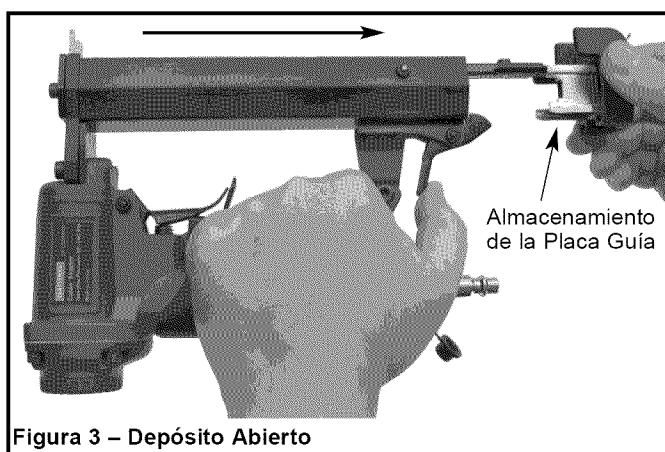

Figura 3 – Depósito Abierto
- Presione el pestillo y deslice la tapa del depósito para abrirla (véase la Figura 3).